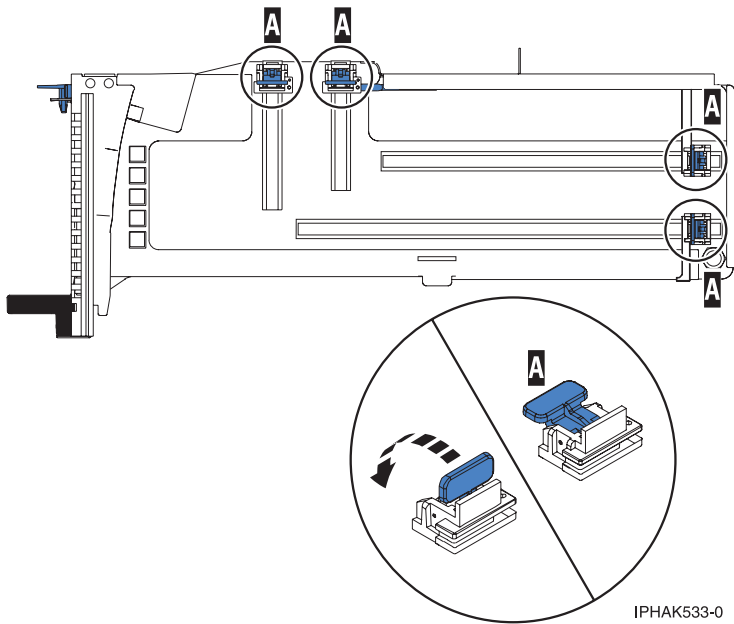

Figure 85. Crochets de retenue
- b. Vérifiez que tous les crochets de retenue de carte (**A**) sont repoussés vers les bords de la cassette pour permettre l'installation de la carte. Voir figure 85, à la page 96.